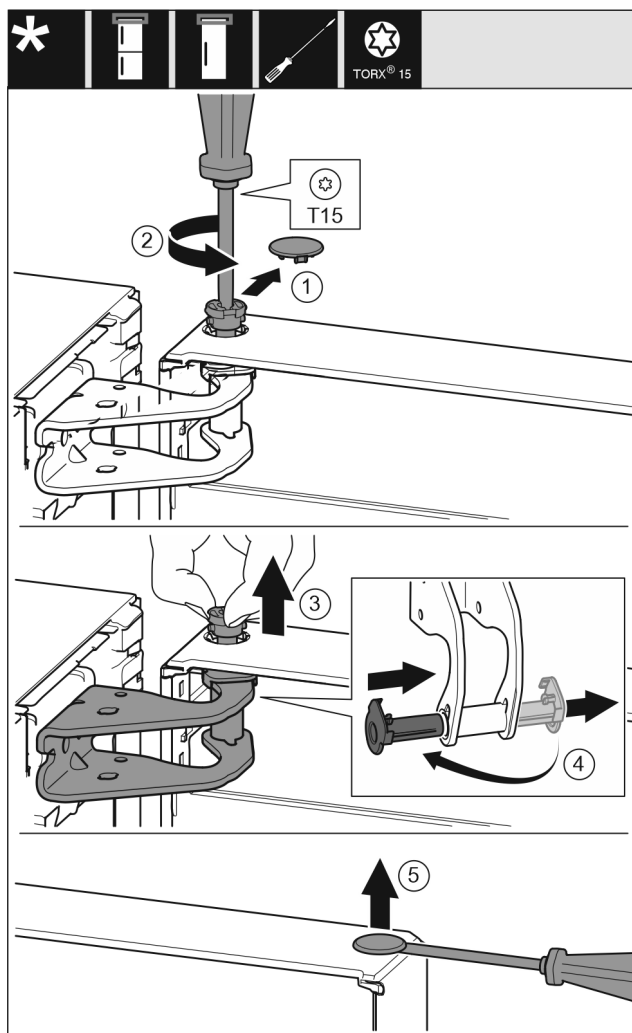

Fig. 9
- ▶ Træk forsigtigt sikringsafdækningen af. Fig. 9 (1)
- ▶ Skru bolten lidt ud med en skruetrækker T15. Fig. 9 (2)
- ▶ Hold fast i døren, og træk boltene ud med fingrene. Fig. 9 (3)
- ▶ Træk lejebøsningen ud af føringen. Sæt den i fra den anden side, og lad den gå i indgreb. Fig. 9 (4)
- ▶ Løft forsigtigt propperne ud af lågens lejebøsning med en kærveskruetrækker, og træk dem ud. Fig. 9 (5)